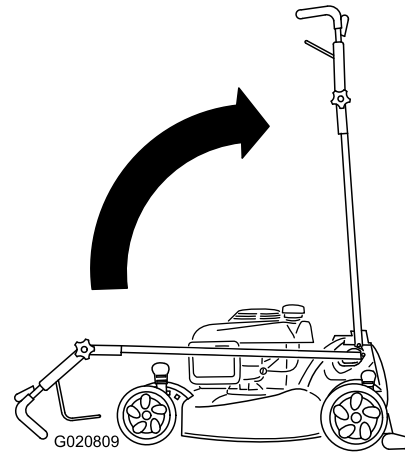

Figura 49
3. Con el motor en marcha y la cuchilla engranada, dirija un chorro de agua por delante de la rueda trasera derecha (Figura 49).
2. Mueva el manillar a la posición vertical (Figura 49).